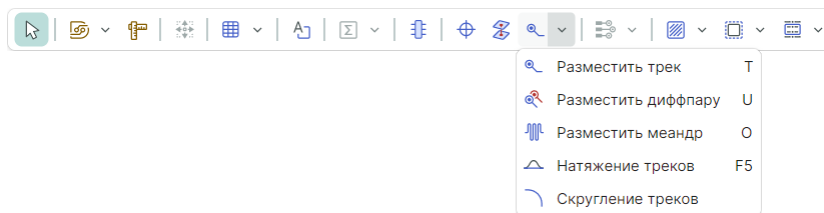

Рис. 114 Встроенная панель редактора платы
- «Встроенная панель инструментов» — настройки включения/выключения отображения встроенной панели инструментов и выбор расположения данной панели в окне редактора. Внешний вид встроенной панели редактора платы представлен на Рис. 114.